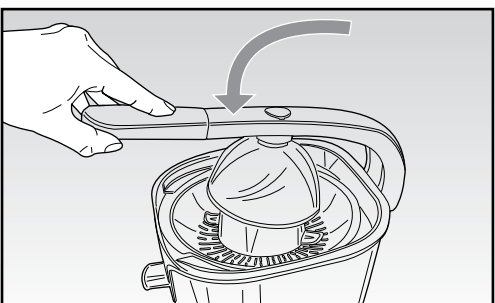

Fig. 8
- Pociąć owoce do wyciskania. Wziąć połowę owocu i umieścić ją na stożku wyciskającym. Obrócić pokrywkę (F), za pomocą odpowiedniego uchwytu i nacisnąć na owoc (Rys. 8), silnik rozpocznie automatycznie funkcjonować, powodując ściekanie soku bezpośrednio do pojemnika, natomiast nasiona i pulpa pozostaną w filtrze. Kiedy cały sok zostanie wyciśnięty, należy przerwać naciskanie owocu na stożek wyciskający podnosząc pokrywkę (F); dzięki temu silnik zatrzyma się automatycznie.